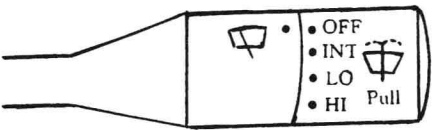
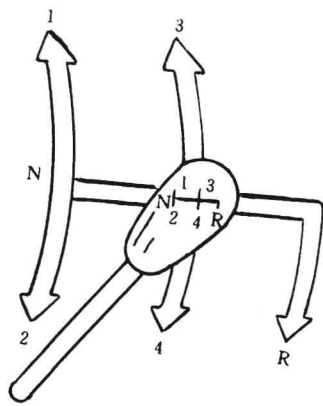

图 1-6 雨刮器开关
图 1-7 变速器操纵杆档位
⑤雨刮器开关。如图 1-6 所示，雨刮器开关有两个档位。第一档为低速档，第二档为高速档。把开关手柄朝上抬动时，车窗洗涤液就喷出，以便于雨刮器清洁挡风玻璃。
(3) 其它操纵机构
①变速操纵杆。奥拓轿车采用四档变速器，即 4 个前进档和 1 个倒档，如图 1-7 所示。变速操纵杆处于图中“1”、“2”、“3”、“4”位置时，分别对应Ⅰ档、Ⅱ档、Ⅲ档、Ⅳ档；处于“R”位置为倒档，“N”位置为空档。行车中通过改变档位，可变换不同的行驶车速和驱动力，以满足需要。